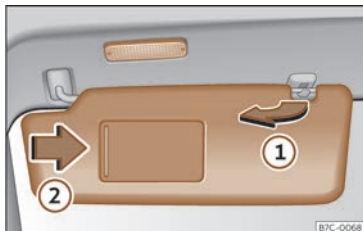

Fig. 84 Parasol.
- El parasol puede extraerse de la fijación y girarse hacia la puerta >>> fig. 84 ①.